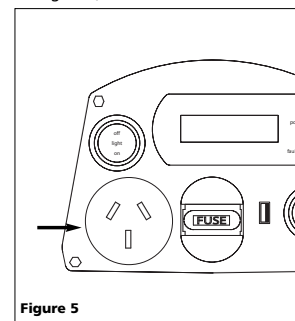

Figure 5
- Brancher le cordon d'alimentation de c.a. de l'appareil à une prise de c.a. sur le panneau avant (voir la figure 5).